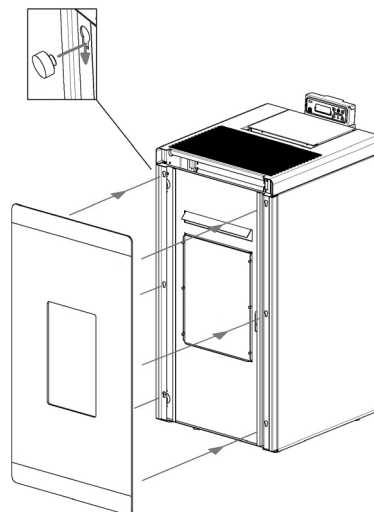

Fig. 41 - Das Glas positionieren
- Die Schrauben an den am Glas vorhandenen Buchsen anschrauben: 4 Schrauben mit rundem Kopf und 2 Schrauben mit flachem Kopf (siehe **Fig. 41**).